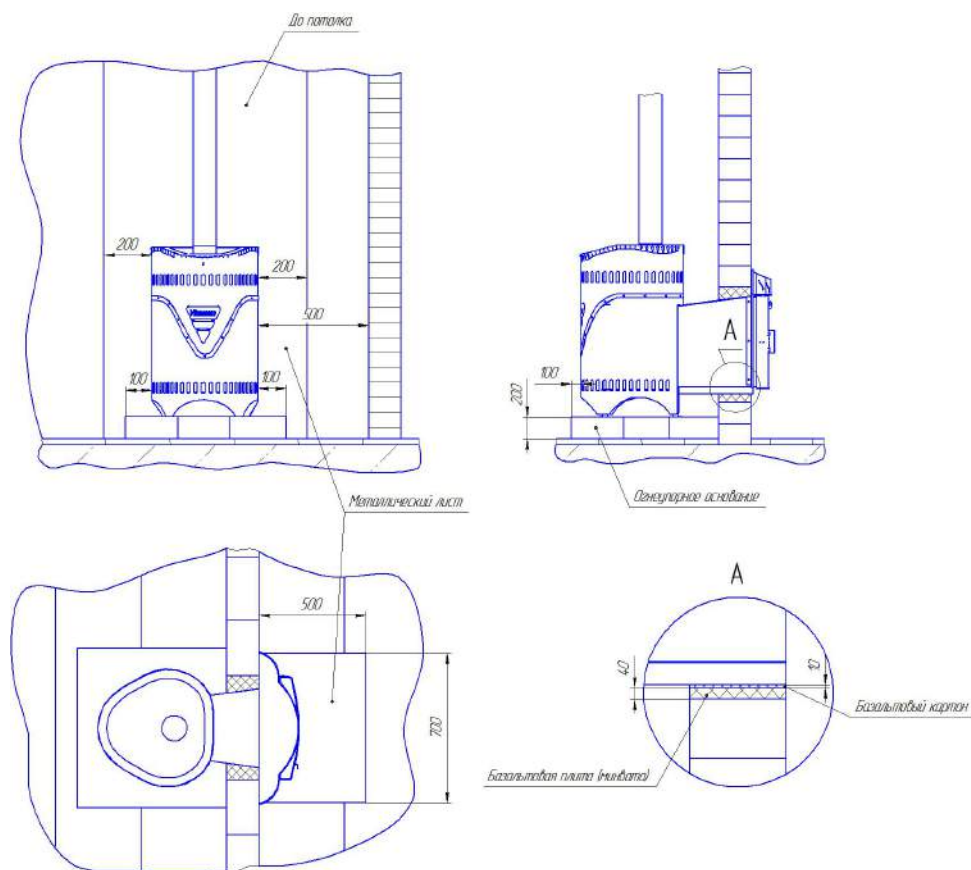

Рисунок 8.1. Схема установки печи на минимально безопасном расстоянии от несущих и ограждающих конструкций.
8.2.1. Печь устанавливают в парной на безопасном расстоянии от несущих и ограждающих конструкций (рис. 8.1.).